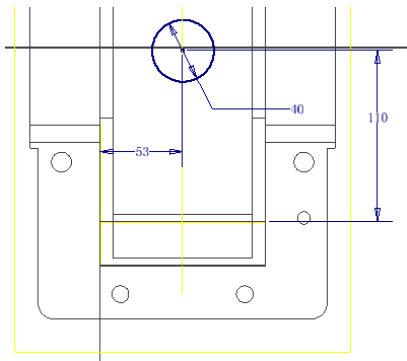

图 9-86 绘制草图图形
②在这个工作平面上新建草图，进入草图环境后，选择【圆】工具绘制如图 9-86 所示的圆形，并标注尺寸。注意这里仍然需要选择【投影几何图元】工具来创建投影直线以用来作为标注尺寸的参考。